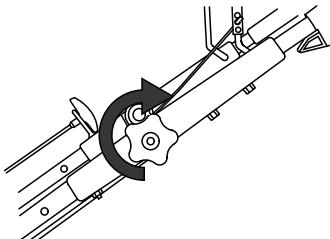

Bild 20
3. Ziehen Sie das obere Griffhandrad so fest wie es geht (Bild 20).